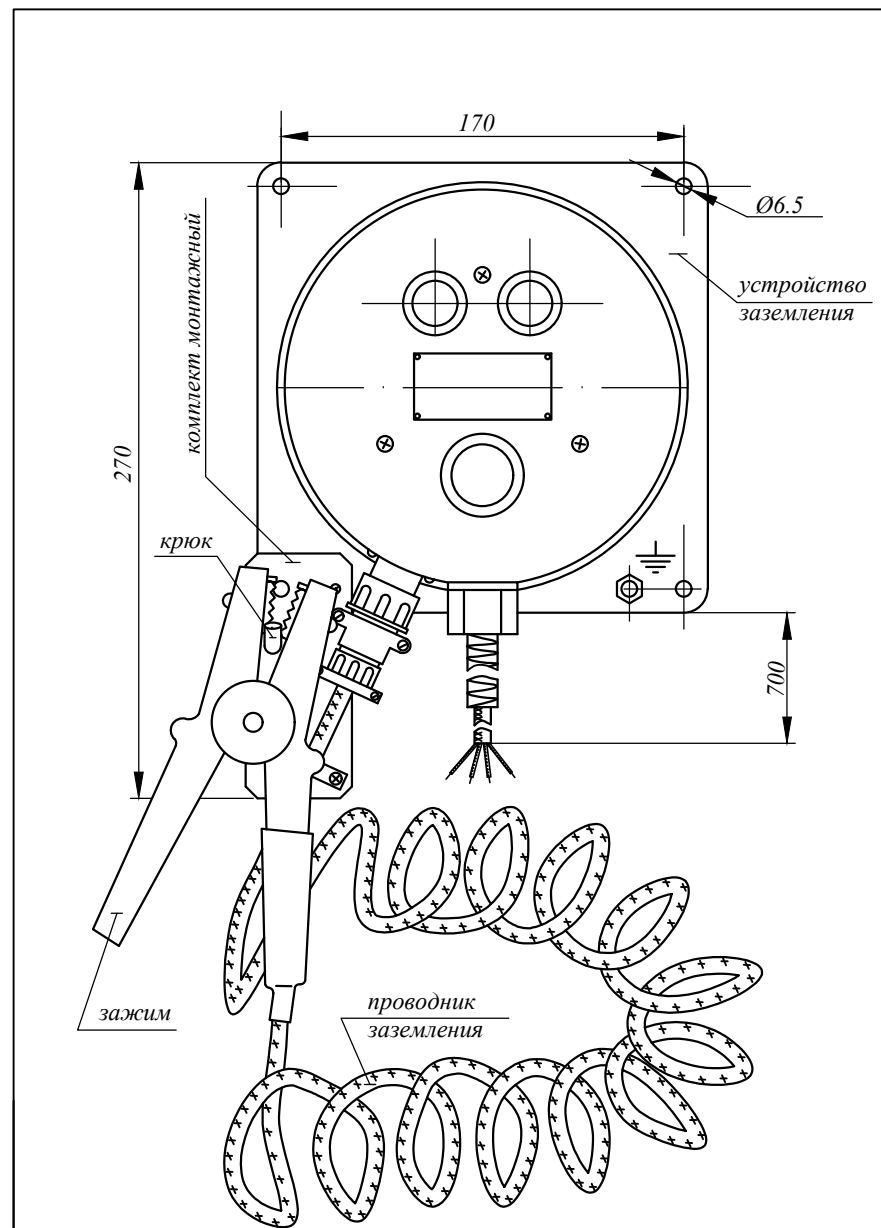

Рис. 1
3.1 В комплект поставки УЗА (см. рис.1) входит:
8.3 Устройство заземления и контроля устанавливается рядом с устройством налива (слива), желательнее с левой стороны по ходу движения автоцистерны, на высоте 1,5 – 1,7м от земли. Проводник заземления, со стороны устройства заземления, должен быть жестко закреплен к элементам крепления устройства заземления, свернут в кольцо диаметром не менее 1м. и надет на крюк (см. рис.1).